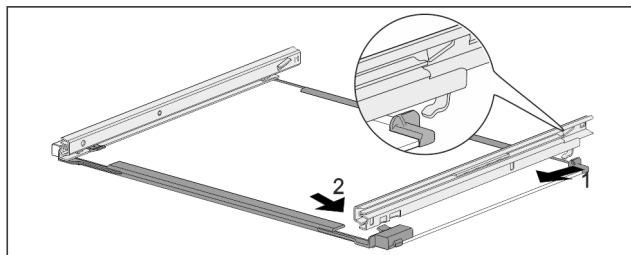

Fig. 175 Скляна пластина з рейками
- ▶ Зачепити рейку ззаду. Fig. 175 (1)
- ▶ Зафіксуйте рейку спереду. Fig. 175 (2)